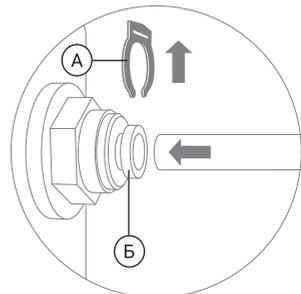

Рис. 6
1. Отсоедините стопорную клипсу (А), затем вставьте до упора в фитинг пластиковую трубку, продев ее через цанговое кольцо (Б) (рис. 6). Для герметизации соединения приложите дополнительное усилие, при этом трубка утопится еще примерно на 3 мм и будет плотно обжата резиновым кольцом.